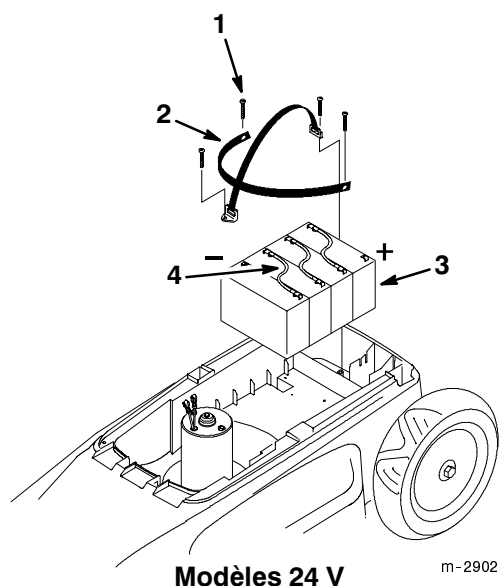

Figure 27
3. Retirer la vis de la courroie de fixation de la batterie (Fig. 27).